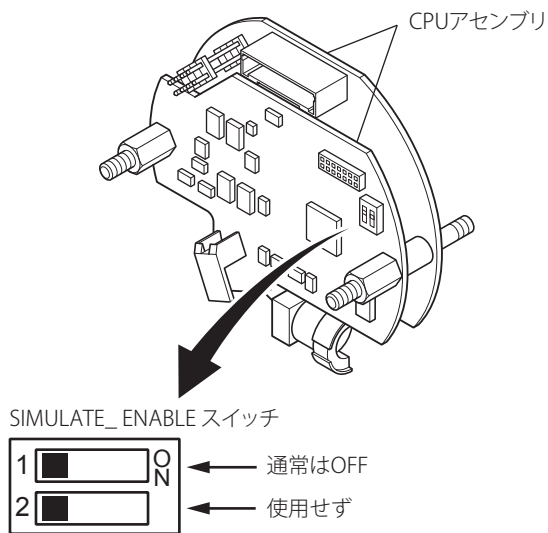

図2.1
- (1) フィールドバス通信形では、CPU アセンブリの形状が図 2.1 のように 2 枚構成になっています。